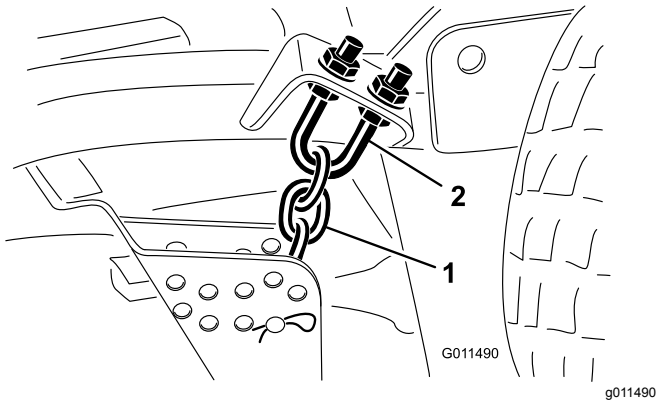

Figura 104
1. Afloje las contratuercas en la parte superior o inferior del perno en U de la cadena de altura de corte (Figura 104).